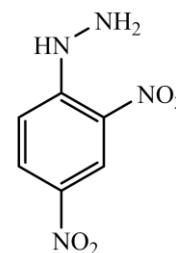

Figure IV.4 : structure du DNPH
1. Dissoudre 3 g de DNPH (Figure IV.4) dans un mélange contenant 15 mL d'acide sulfurique concentré (98 %), 20 mL d'eau et 70 mL d'éthanol.